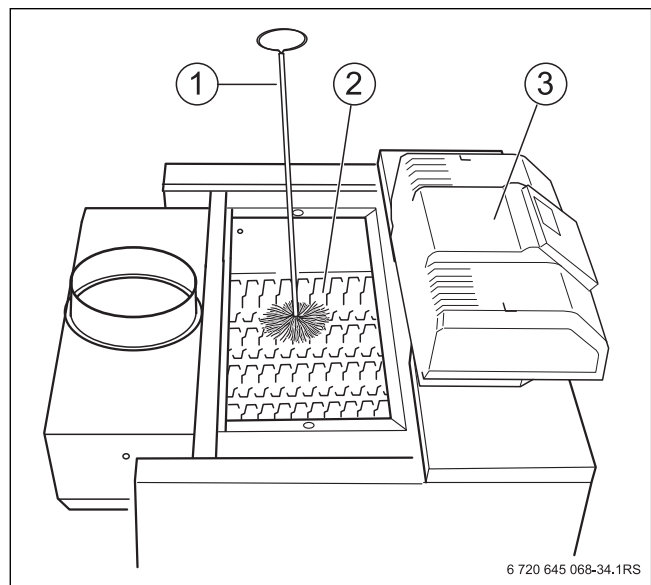

Рис. 48 Чистка газоотводящих каналов
- ▶ Снимите крышку люка для чистки с коллектора дымовых газов (→ рис. 48 [2], стр. 36).